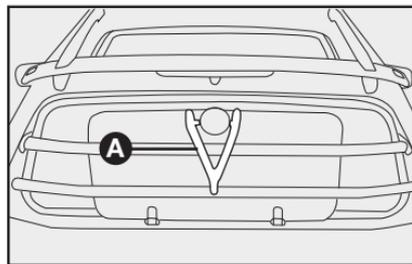

fig. 103
- introducir el cristal del techo practicable, utilizando el casquillo de basculamiento ubicado cerca del vano maletero, en el espacio existente entre el cristal trasero y la red de protección, después hacerlo deslizar entre las dos guías predispuestas **fig. 103**;
- fijar el cristal practicable a la red de protección mediante la correa de goma **A-fig. 103** (presente en la bolsa de herramientas), tal como indicado.